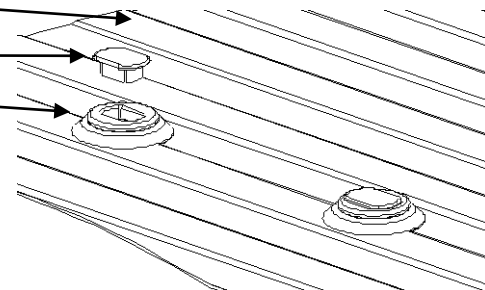

Figure 4 : Bouchons de réceptacle
1. Retirer les bouchons (4) des réceptacles de la plateforme de la camionnette (Figure 4) et les conserver pour leur réutilisation lors du retrait de l'adaptateur.
4. Enfoncer les bouchons (emballés avec le nécessaire de montage) dans les quatre (4) réceptacles de la plateforme pour empêcher les particules d'y pénétrer (Figure 4).